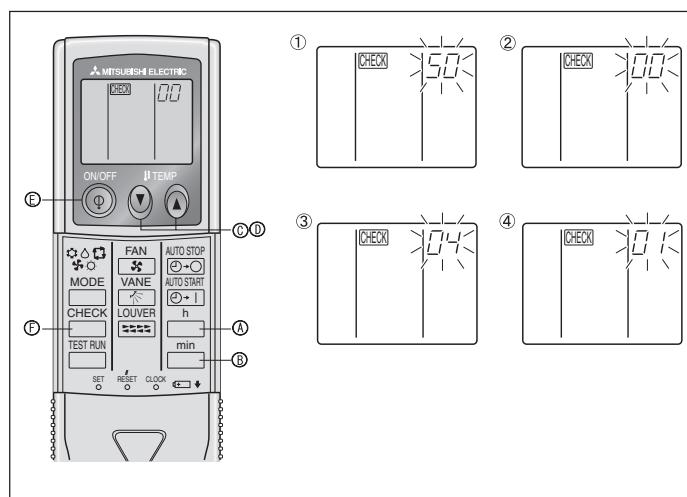

Fig. 6-10
- Druk op de toets MODE **Ⓕ**, de modus en de instellingsnummers (1) en (2) zullen continu gaan branden. De instelling kan nu worden bevestigd.
2) Voor de draadloze afstandsbediening (Fig. 6-10)